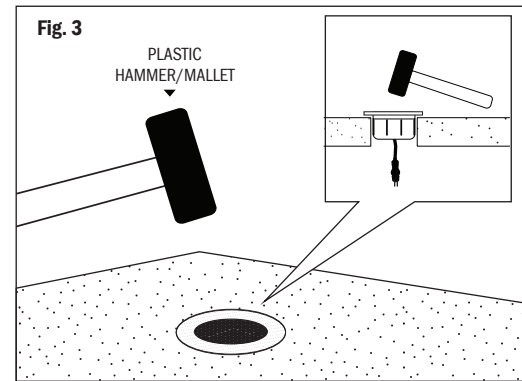

Fig. 4
1. Connectez l'appareil au câble principal en utilisant le fil étanche connecteurs. (Fig. 4)
1. Connect the fixture to the main cable by using the Waterproof Wire Connectors. (Fig. 4)